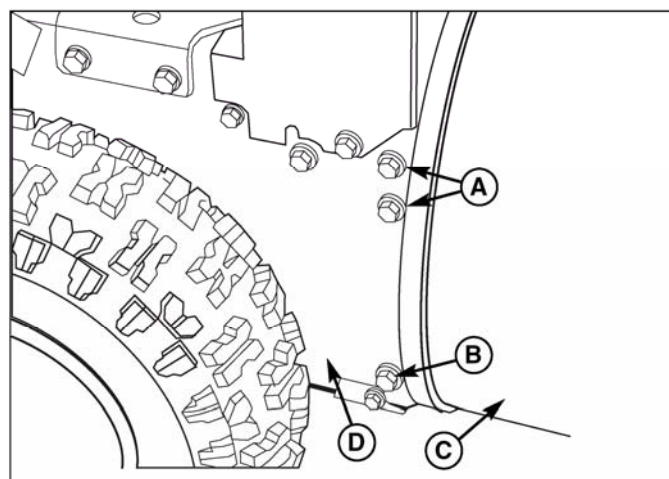

Рис. 29. Рама и корпус шнека
11. Снимите четыре верхних болта (А, рис. 29), удерживающих корпус шнека (С) и раму (D). Ослабьте два нижних болта (В). Корпус шнека (С) и рама (D) могут быть отсоединены друг от друга, чтобы можно было снять ремень.
14. Установите корпус шнека (С, рис. 29) на раму при помощи четырех верхних болтов (А), снятых при выполнении шага 11. Затяните два нижних болта (В).